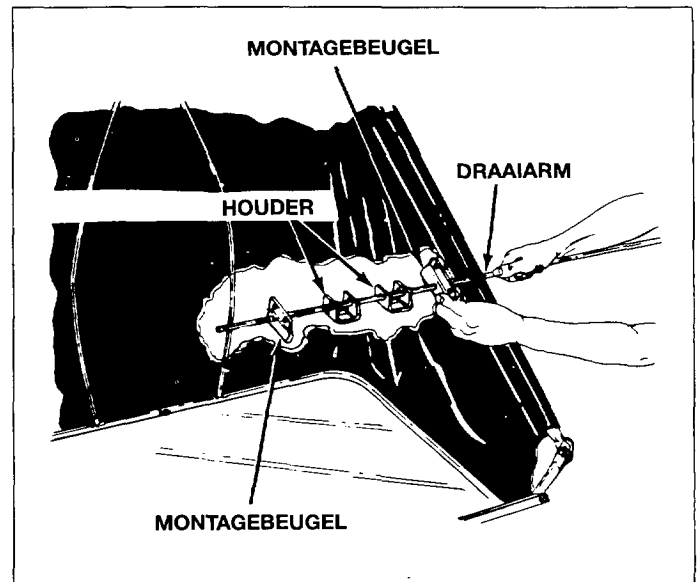

Fig. 23
13. Laat de draaistang door de openingen van het bovenste beslag glijden (waarin u al gaten hebt gemaakt volgens punt 12). Plaats eerst een montagebeugel op de stang, vervolgens twee houders, daarna weer een montagebeugel en schuif de stang door de andere opening (aan de andere kant van de containerzak). Zie fig. 23.